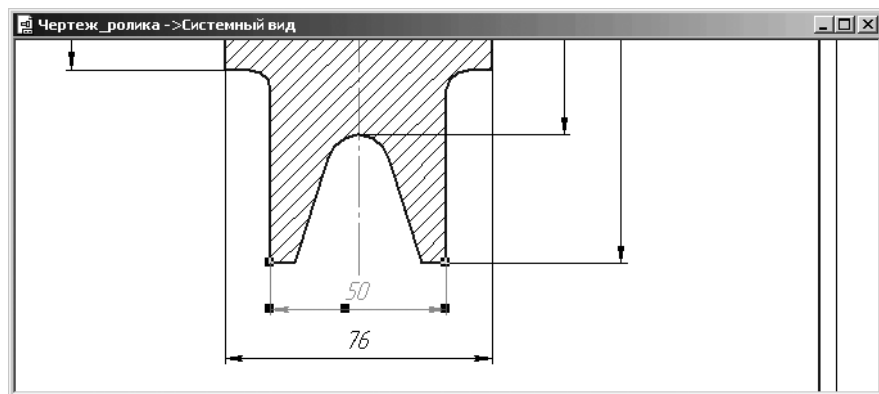

Рис. 4.62. Пример выделения размера
- щелкните по любому элементу размера. Он выделится зеленым цветом и появятся характерные точки. Пример такого состояния размера показан на рис. 4.62.